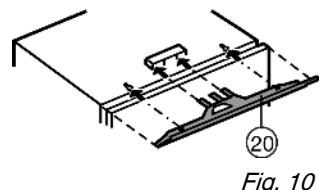

Fig. 10
- Установите выравнивающий козырек Fig. 10 (20) в устройство посередине: вдвиньте в перемычку и навесьте на замочные отверстия.